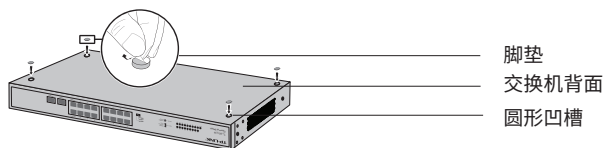

图2-1 桌面安装示意图
2. 逐个揭去4个脚垫的胶面保护纸(分别黏贴在位于机壳底部四角的圆形凹槽中), 如图2-1所示;